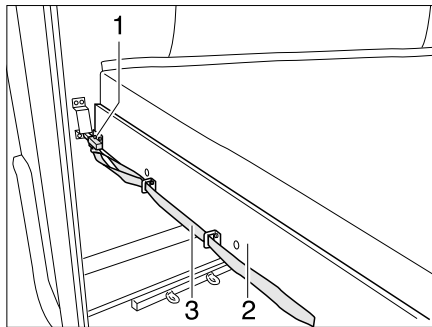

Bild 170 Etagenbett (Heck)
- An der Schlaufe (Bild 170,3) ziehen und den Riegel (Bild 170,1) lösen.
- Den Lattenrost (Bild 170,2) mit der Matratze nach vorn ziehen, bis er einrastet.